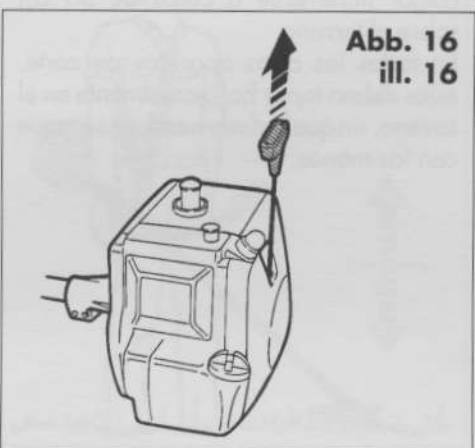

Abb. 16
3. (Abb. 16) Das Gerät mit linker Hand am Gehäuseflansch festhalten. Mit rechter Hand den Startergriff langsam bis zum ersten Widerstand heraus- und dann schnell und kräftig durchziehen.